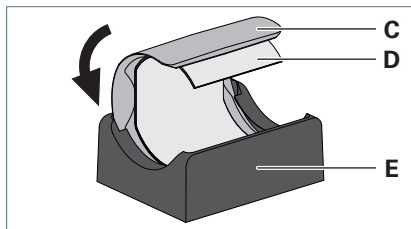

Fig. 3: Montare l'inserto nella staffa centrale
- Far scorrere l'inserto **C** nella scanalatura della staffa centrale **E** fino a quando il lato aperto dell'inserto è rivolto verso l'alto vedi Fig. 3.